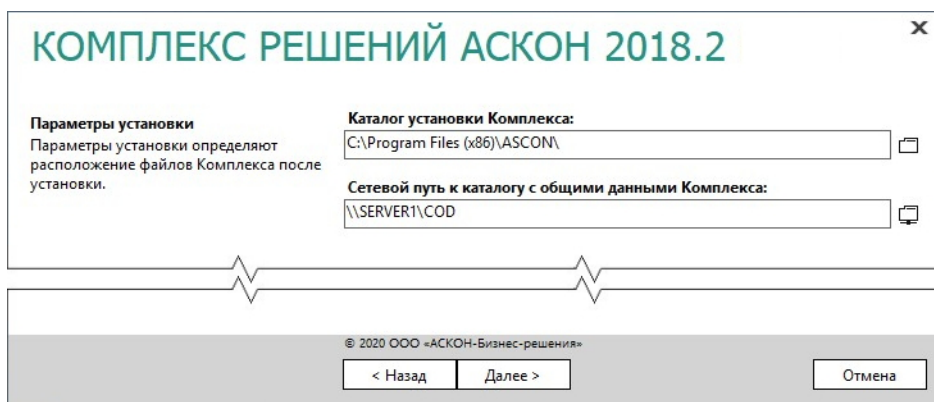

Рис. 3.24
1. Укажите полное имя каталога, в который будут установлены указанные компоненты *Комплекса* (рис. 3.24). При необходимости воспользуйтесь кнопкой **Выбрать**, чтобы указать каталог в стандартном окне Windows.